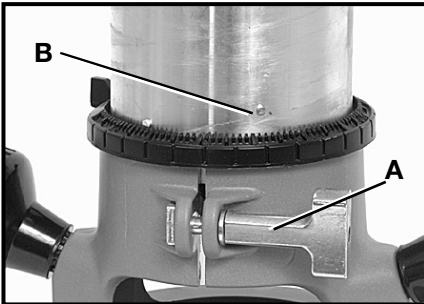

Fig. 1
- (a) Abra la palanca de la abrazadera (A) Fig. 1.
- (b) Mientras detiene la base gire el motor EN SENTIDO CONTRARIO A LAS MANECILLAS DEL RELOJ hasta que la clavija baja (B) en la caja del motor esté desenganchada de la ranura en la base.
1. Abra la palanca de la abrazadera (A) Fig. 1 para permitir que el motor entre en la base.
2. Introduzca el motor en la base alineando la clavija baja (B) con la ranura de la base.